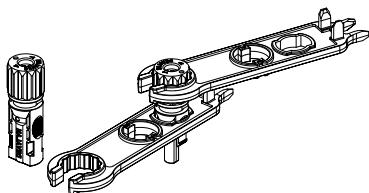

Figura 6.5 Conector com porca de capa parafusada
- c) Insira o pino de contato na parte superior do conector e aperte a porca da capa na parte superior do conector.(como mostra a figura 6.5).